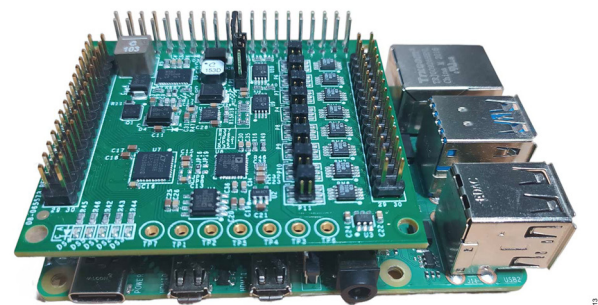

図 14. Raspberry Pi に取り付けした EVAL-CN0554-RPIZ
1. 図 14 に示すように、EVAL-CN0554-RPIZ を Raspberry Pi に接続します。